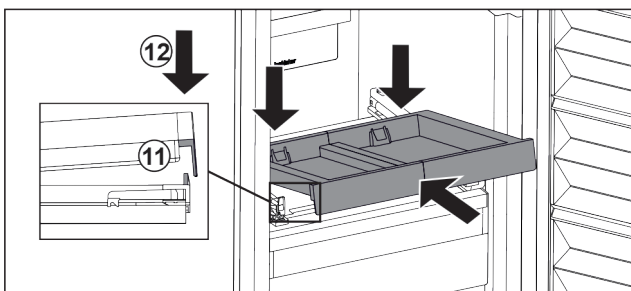

Fig. 29
- ▶ Вкарайте под ъгъл. Обърнете внимание на това, ограничителят и от двете страни да е зад езичето. Fig. 29 (11)
- ▶ Спуснете изтеглящата се дъска отпред. Fig. 29 (12)